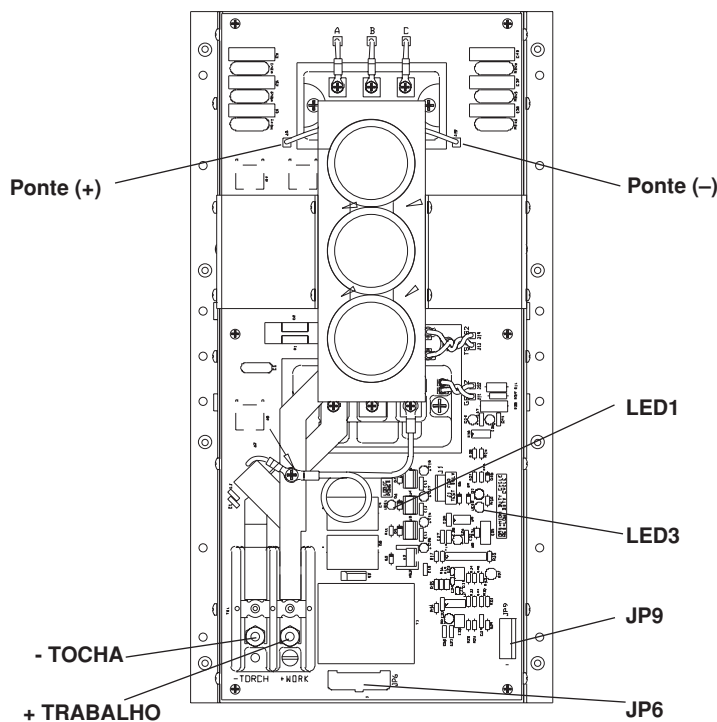

Figura 5-3 Módulo chopper – visão frontal
3. Coloque a ponta positiva no lado + e a ponta negativa no lado – da ponte. Veja figura 5-3. Note que os pontos de teste estão escondidos pelo suporte da tampa na figura 5-3.